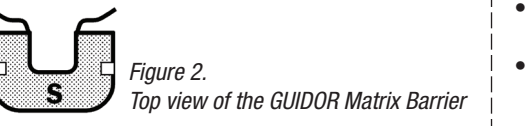

Figure 2. Top view of the GUIDOR Matrix Barrier
- GUIDOR Matrix Barrier is packaged in the plastic tray with the external layer facing the opening lid. As shown in Figure 2, the external layer is marked with an “S” and multiple 2 mm square notches along the edge of the Matrix Barrier.
- Identify the external layer on the GUIDOR Matrix Barrier. In the plastic tray the external layer faces the lid. The external layer can be identified by the “S” marked on this side, as shown in Figure 2, and may also be marked by a 2 mm square notch(s) in the margin of this layer.
- La membrane GUIDOR est conditionnée dans un plateau en plastique, la couche externe de la membrane face au couvercle. Tel qu'illustré à la figure 2, la couche externe est marquée d'un « S » et présente de multiples encoches carrées de 2 mm, le long du bord de la membrane.
- Repérer la couche externe de la membrane. Dans le plateau en plastique, la couche externe fait face au couvercle. La couche externe est reconnaissable à la marque « S » sur ce côté, tel qu'illustré à la figure 2. Elle peut également présenter des encoches carrées de 2 mm, le long du bord.